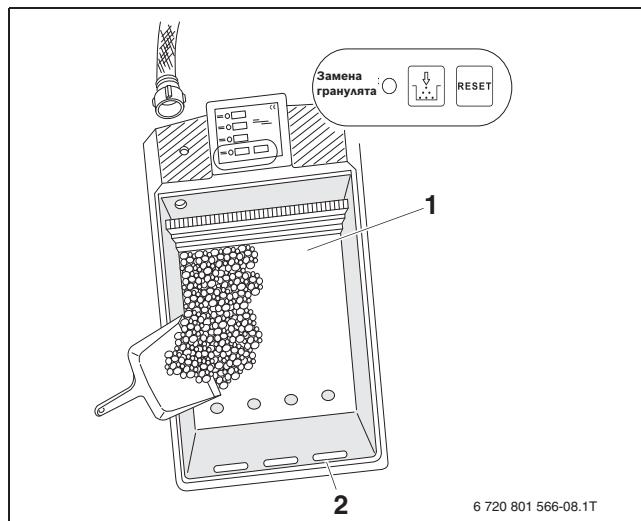

Рис. 8 Замена гранулята
Необходимый для нейтрализации гранулят нужно заменять с периодичностью, зависящей от режима эксплуатации котла. Необходимость смены гранулята показывает световой индикатор „Замена гранулята“ на системе управления (→ рис. 8). Используйте такую возможность для чистки всего устройства нейтрализации.
- Один раз коротко нажмите кнопку Reset. Насос откачивает остатки воды (→ рис. 8).
Следите, чтобы гранулят не попал в переливные отверстия (→ рис. 8, [2]).